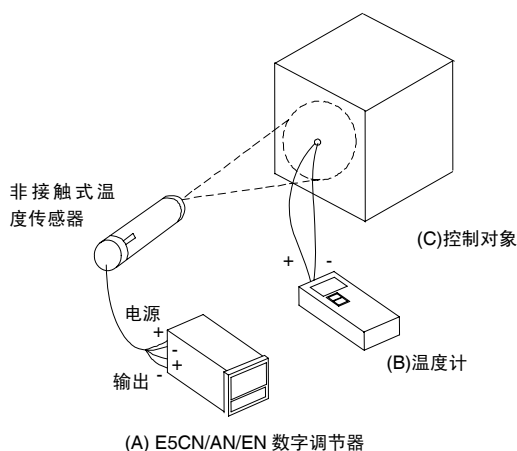

图 1 补偿非接触式温度传感器（ES1B）时的组态
- 如图 1 所示，准备一个能够测量控制对象温度的温度计，以执行 1 点补偿和 2 点补偿。
1. 在图 1 的组态中，将设定值设置到控制对象的受控温度值附近。假设控制对象温度 (C) 和控制对象温度 (B) 是一致的。